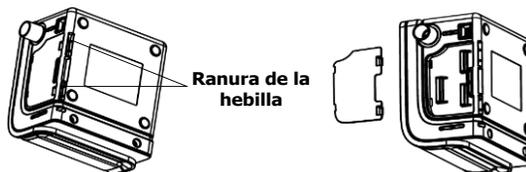

Fig. 4-1
(1) De la vuelta al dispositivo principal y localice la ranura de la hebilla en la parte inferior del dispositivo principal, como se muestra en la Fig. 4-1.
(2) Retire el protector insertando una herramienta plana en la ranura de la hebilla.